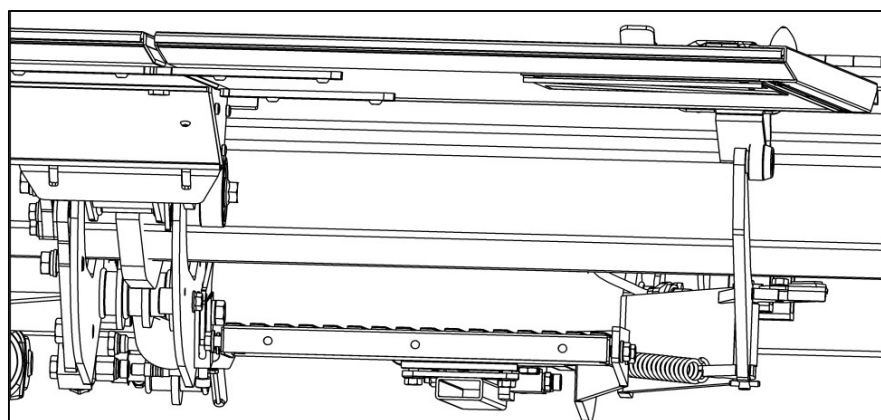

Fig. 79
- Utilice el tornillo de ajuste (1) para colocar el brazo de soporte (4) de modo que el tope de la plataforma descansa sobre el brazo de soporte (4) y lo sostenga.
- Girando el tornillo de ajuste (1) hacia la derecha sube el brazo de soporte (4).
- Girando el tornillo de ajuste (1) hacia la izquierda baja el brazo de soporte (4) (ver Fig. 79).
- Cuando termine de ajustar, apriete el tornillo (3) a 115 Nm (vea la tabla de torques en la página 68) para asegurar la barra de torsión